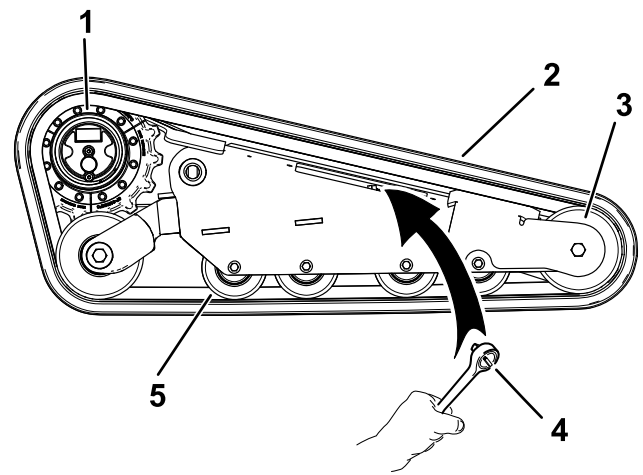

Figura 74
7. Usando una llave de carraca de 1/2", alivie la tensión en la oruga girando el tornillo tensor en sentido horario (Figura 72 y Figura 74).
1. Pase la oruga nueva alrededor de la rueda delantera (Figura 74).
2. Empuje la oruga por debajo de y entre las ruedas de rodaje y colóquela alrededor de la rueda tensora trasera (Figura 74).